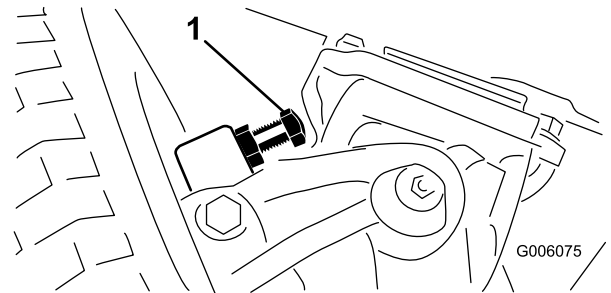

Рисунок 67
1. Заверните или выверните болты так, чтобы получить зазор 0,23 см; см. раздел Рисунок 67.